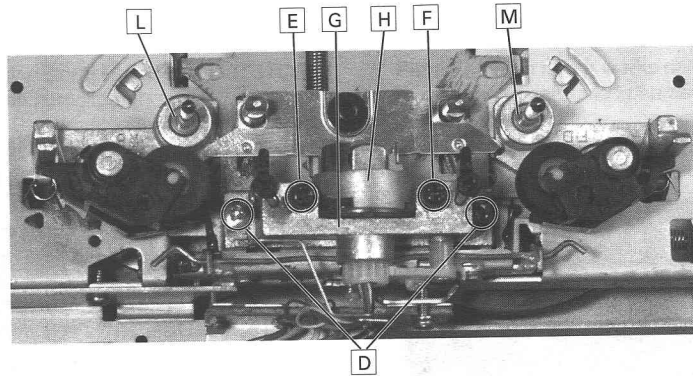

Fig. 12
7. Kopfträger ausbauen, Fig. 12
- Ölfangscheiben **L** und **M** abziehen (Fig. 12).
7. Removing the head base, Fig. 12
- Pull off the oil seals **L** and **M** (Fig. 12).
Die Bandlaufeinstellung wird notwendig nach einem Wechsel des Kombikopfes **H** bzw. des Kopfträgers **G** (Fig. 12).
Adjustment of the tape transport is necessary after changing the combi head **H** or the head base **G** (Fig. 12).